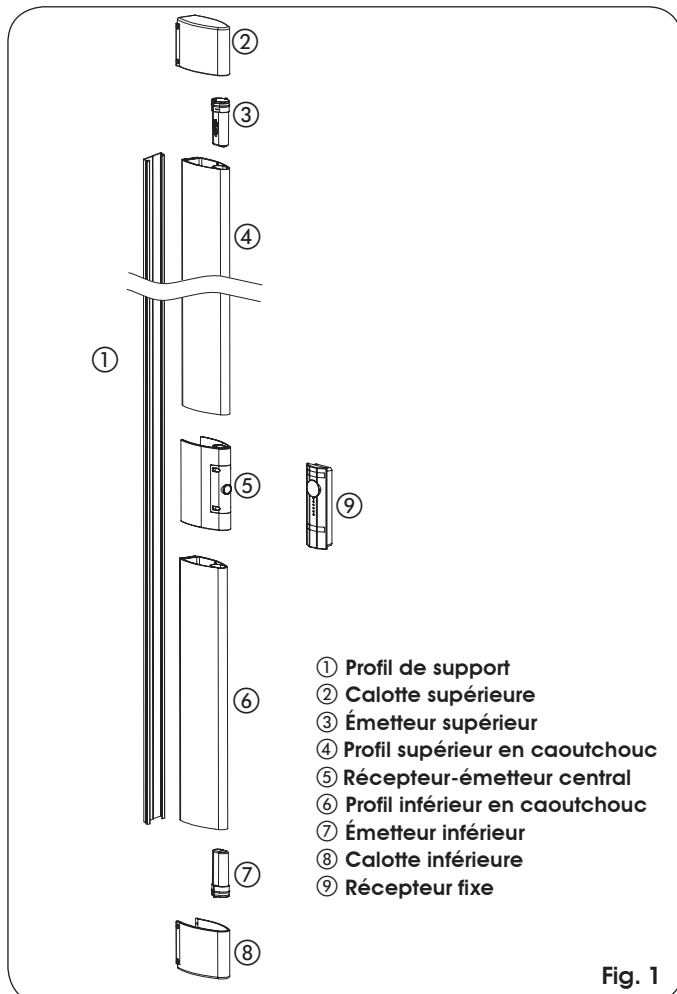

Fig. 1
- La partie mobile comprend deux unités émettrices (Fig. 1 réf. ③ et ⑦) placées aux extrémités d'un profil en caoutchouc (Fig. 1 réf. ④ et ⑥) et un émetteur-récepteur (Fig. 1 réf. ⑤) placé dans une position intermédiaire. Toutes ces unités fonctionnent avec des piles au lithium mod. **AA - L91 - 1,5V**. Le profil en caoutchouc est soutenu par un support spécial en aluminium (Fig. 1 réf. ①).
- La partie fixe est constituée par un récepteur (Fig. 1 réf. ⑨), dont la fonction est de communiquer avec l'armoire et de signaler à l'utilisateur l'état du dispositif par l'intermédiaire de LEDs spécifiques.